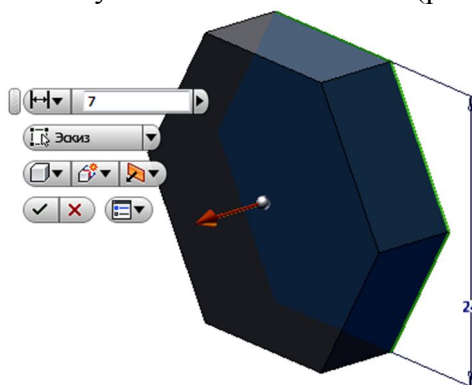

Рис. 2.2.
2. Нажмите кнопку «Принять эскиз» . Выберите команду «Выдавить» . В отслеживающем меню задайте высоту 7 мм. Нажмите «ОК» (рис. 2.2).